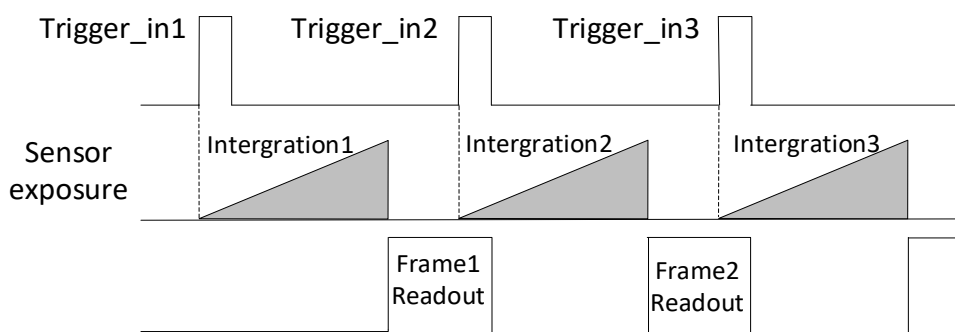

图4-18 第 2 帧正常处理时序
- 若第 2 个触发信号第 1 帧图像的曝光结束时间不早于相机当前第 1 个触发信号最后 1 帧的出图时间，则第 2 个触发信号第 1 帧图像正常出图，如图 4-18 所示。